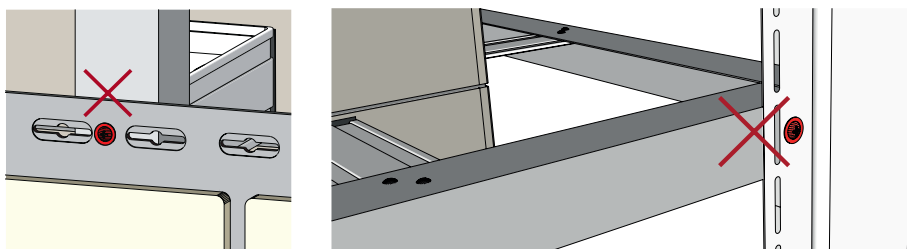

Рисунок 4
- 6.5** Фиксация саморезов в «тело материала» категорически запрещена (Рис. 4). Отсутствие возможности «движения» фасадного материала при тепловых расширениях приводит к деформации.